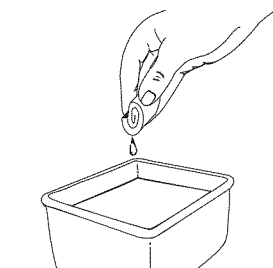

Fig. 25
3. Lave el filtro con agua y detergente (Fig. 25). Enjuague bien el filtro y déjelo secar.
7. Vuelva a instalar la cubierta del filtro de aire. Coloque los ganchos del lado derecha de la cubierta del filtro de aire en las ranuras del lado derecho de la placa posterior (Figs. 25 y 29).